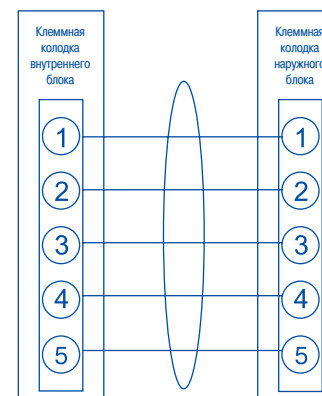
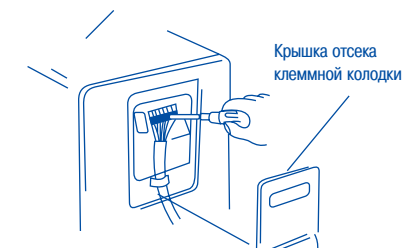

Рис. 14
Рис. 17
(1) Перед началом работ убедитесь, что напряжение в сети электропитания соответствует номинальному напряжению, указанному на заводской табличке кондиционера.
(2) Выполните электромонтаж в соответствии с электрической схемой (рис. 14)
- 2) Подсоедините кабель к контактам клеммой колодки в соответствии с рис. 14 и рис. 17.